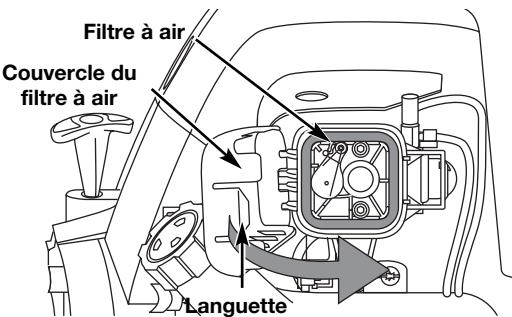

Fig. 31
7. Réinstallez le couvercle du filtre à air. Placez les crochets à gauche du filtre à air dans les fentes à gauche de la plaque arrière (Fig. 31).
8. Pivotez le couvercle vers la droite jusqu'à ce que la languette du couvercle du filtre s'enfonce d'un déclique dans la plaque arrière (Fig. 31).